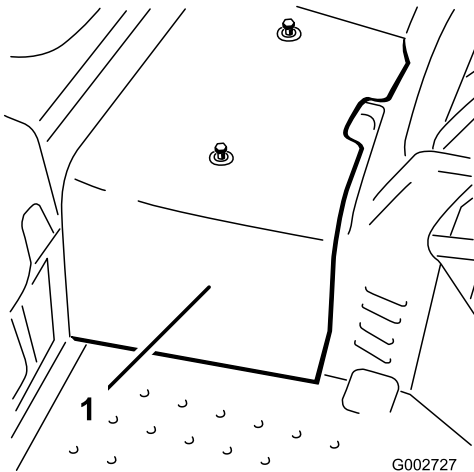

Bild 34
2. Lösen Sie die zwei Schrauben, mit denen die mittlere Haube an der Maschine befestigt ist, und nehmen Sie die Haube ab (Bild 34).